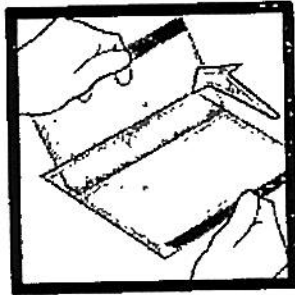

Figura 5
9. Retire el revestimiento del paño, empezando por la lengüeta A (**figura 5**). Dele la vuelta al apósito de espuma Cardinal Health™ NPWT y colóquelo sobre la zona alrededor de la herida (**figura 6**); a continuación, siga retirando la capa de contacto con las lengüetas B y C (**figuras 7 y 8**). Retire la lengüeta perforada que queda (**figura 9**).